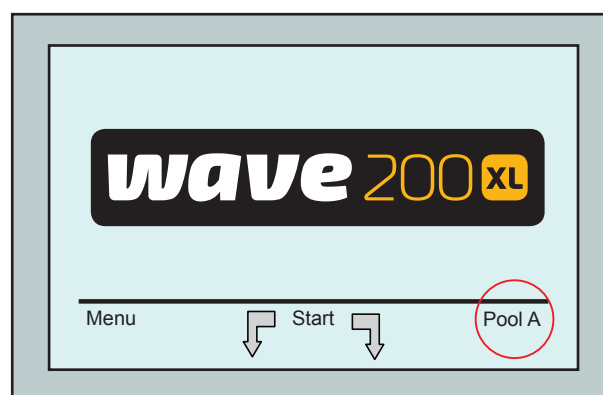

Рисунок 4. Главный экран, по умолчанию выбрана конфигурация бассейна A (Pool A)
1. Перейдите на главный экран. Как показано на рис. 4, на данный момент выбрана конфигурация бассейна A (Pool A).